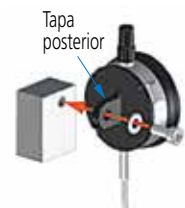

Fig. 6
3. Fije la tapa con oreja de manera que el husillo este perpendicular a la superficie de medición. (**Fig. 6**)